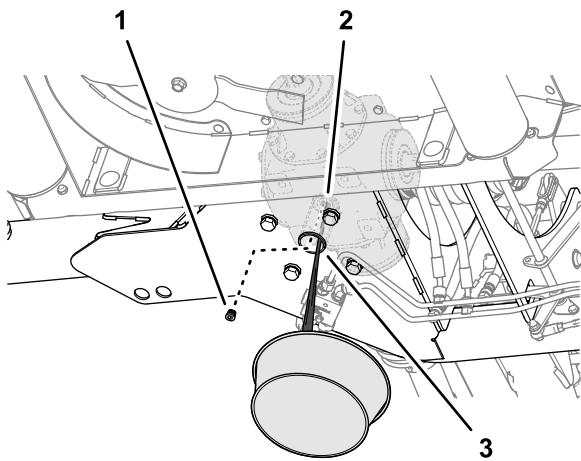

Figura 60
- Coloque un recipiente de drenaje alineado debajo del orificio de acceso en la placa del bastidor inferior (Figura 60).
2. Retire el tapón de vaciado de la toma del orificio de drenaje de la caja de engranajes central y deje que se vacíe el lubricante por completo (Figura 60).